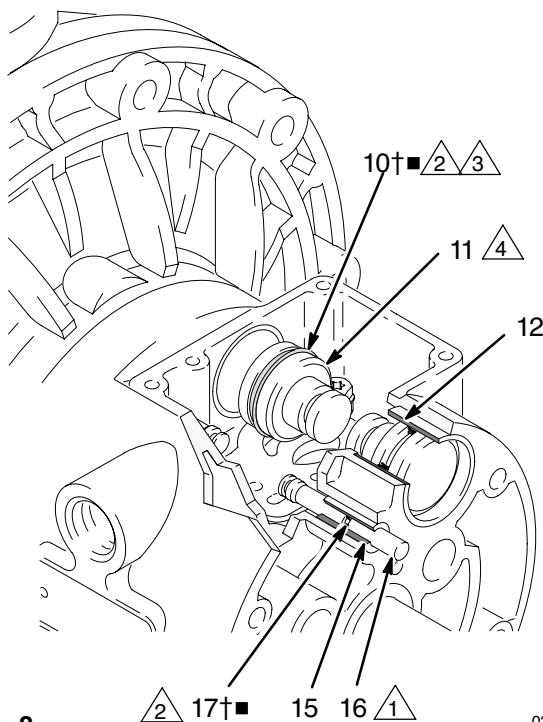

Рис. 8
4. Извлеките два приводных поршня (11) из подшипников (12). Извлеките из поршней уплотнения П-образного сечения (10). Извлеките направляющие штифты (16) из подшипников (15). Снимите с направляющих штифтов уплотнительные кольца (17). См. рис. 8.
6. Осмотрите подшипники (12, 15), не снимая их. См. рис. 8. Подшипники имеют коническую форму. Если они повреждены, извлекать их следует снаружи. Для этого необходимо разобрать секцию для жидкости. См. стр. 20.
4. Установите уплотнительное кольцо (17) на каждый направляющий штифт (16). Нанесите смазку на штифты и уплотнительные кольца. Вставьте штифты в подшипники (15) **узкими** концами вперед. См. рис. 8.
5. Установите уплотнения П-образного сечения (10) на каждый приводной поршень (11) так, чтобы кромки уплотнения были обращены к **узким** концам поршней. См. рис. 8.
6. Нанесите смазку на уплотнения П-образного сечения (10) и приводные поршни (11). Вставьте приводные поршни в подшипники (12) **широкими** концами вперед. Оставьте узкие концы поршней снаружи. См. рис. 8.